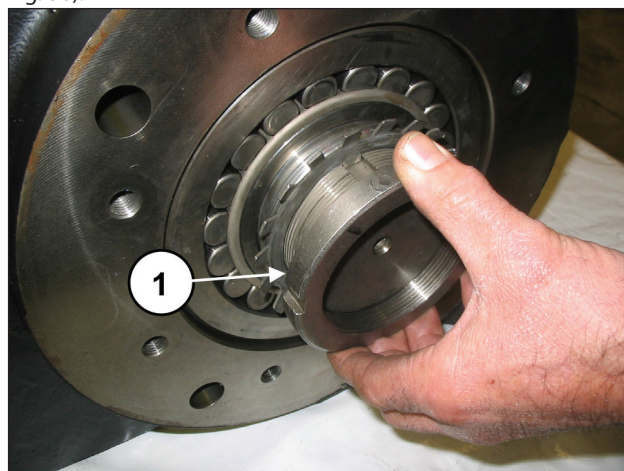
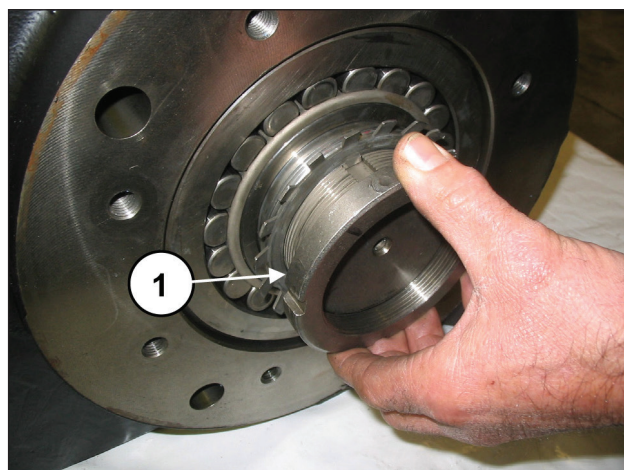
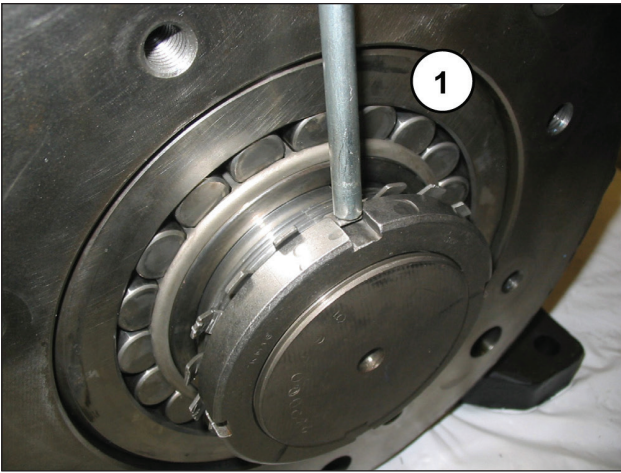

Fig. 54
Fig. 55
Fig. 56
Svitare la ghiera, inserire la rosetta di sicurezza (pos. ①, Fig. 54) e riavvitare a fondo la ghiera (pos. ①, Fig. 55), dopodiché piegare la linguetta di bloccaggio della rosetta (pos. ①, Fig. 56).